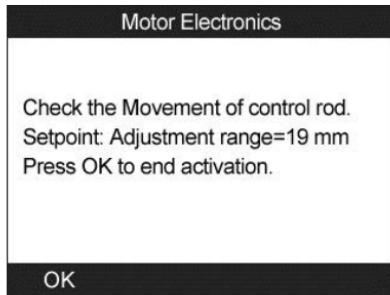

Figura 11.37
- b) Seleccione **OK** para activar las válvulas de turbulencia y la herramienta aparecerá como se muestra debajo. (Figura 11.37) Presione **OK** para terminar la activación y salir.